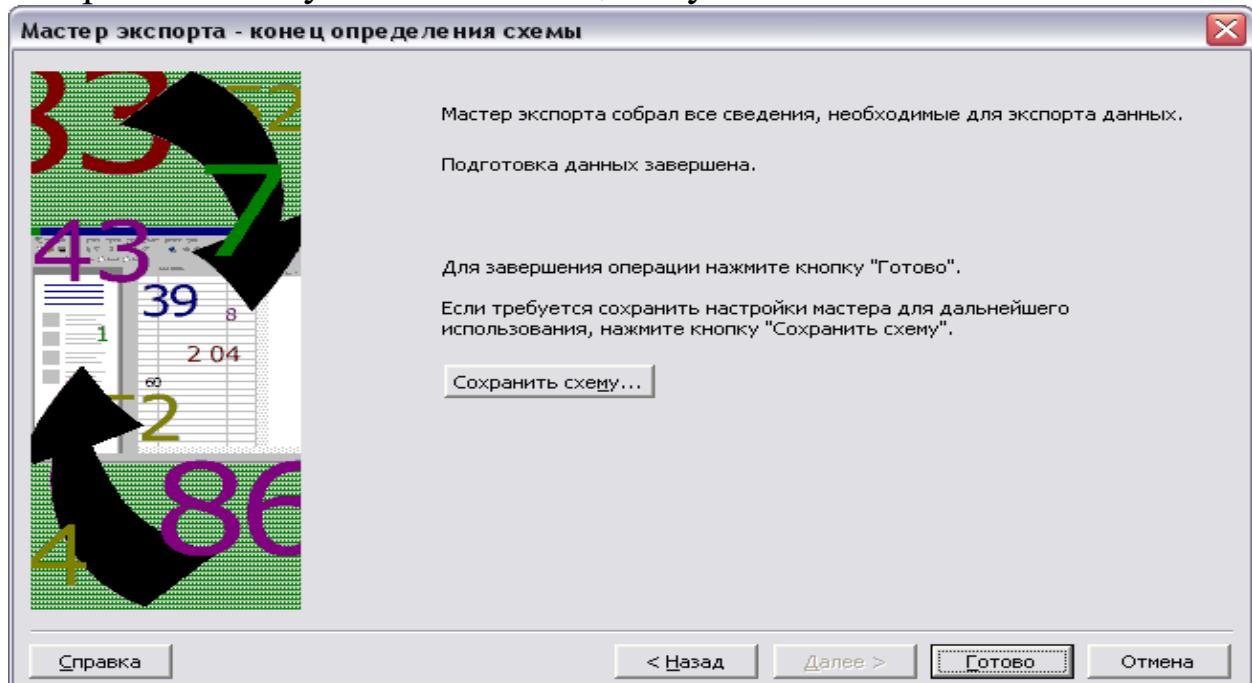

Рис. 42. Диалоговое окно «Мастер экспорта – конец определения схемы»
8. Откроется последнее диалоговое окно «Мастер экспорта – конец определения схемы» - рисунок 42, в котором мастер экспорта предложит сохранить новую схему. Если вы планируете использовать только что созданную схему в дальнейшем, щелкните на кнопке «Сохранить схему». Если нет – щелкнуть на кнопке «Готово».